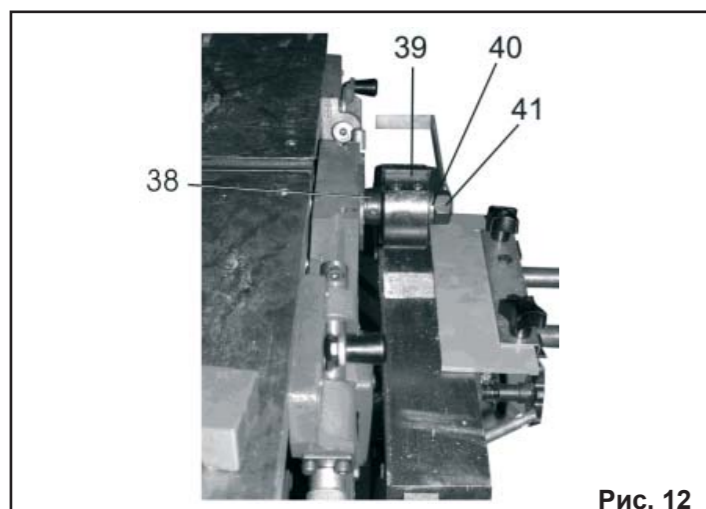

Рис. 12
те наборные шайбы (40) так, чтобы перекрыть 1-2 оборота резьбы на шпинделе (38). В противном случае, вам не удастся закрепить фрезу или фрезерную головку (39) гайкой (41), Рис. 12.
9.1.1. При выполнении фрезерных работ с использованием фрезерной головки (39), Рис. 12, необходимо: